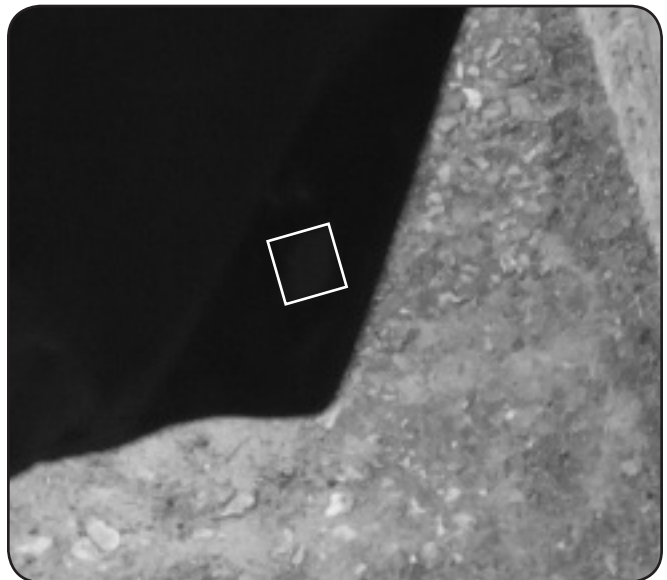

Figure 3-16
9. Une paire d'aimants se trouve de chaque côté du plancher. Ces aimants aident à retenir la partie inférieure de la cabine au plancher. Voir Figure 3-16.